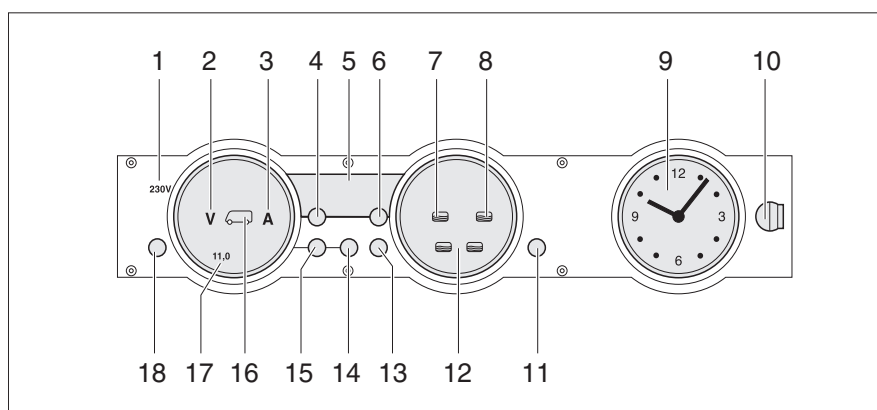

Fig. 152 Panneau de contrôle MP 20-T
Le voyant de contrôle 230 V (Fig. 152,1) s'allume si l'arrivée du bloc électrique est sous tension de réseau.
L'interrupteur principal 12 V (Fig. 152,18) établit ou coupe le panneau de contrôle et l'alimentation 12 V de la cellule.
- Appuyer brièvement sur la touche "12 V" (Fig. 152,18). L'alimentation 12 V de la cellule est assurée. L'indicateur de contrôle "12 V" s'allume.
- ▷ La tension de la batterie de cellule est trop faible quand les DEL "11,0" de l'affichage en Volt et le symbole Volt "V" (Fig. 152,2) clignotent dans l'indicateur des batteries (Fig. 152,17) après la mise sous tension. Charger la batterie.
- ▷ La coupure de batterie est active quand l'indicateur de contrôle "12 V", le symbole de la batterie de cellule (Fig. 152,16) et le symbole Volt "V" (Fig. 152,2) clignotent trois fois après la mise sous tension. Désactiver la coupure de batterie.
- Appuyer brièvement sur la touche "12 V" (Fig. 152,18). L'alimentation 12 V de la cellule est coupée. L'indicateur de contrôle "12 V" s'éteint.
- Appuyer sur la touche batterie de cellule (Fig. 152,14) et la maintenir enfoncée pendant 10 secondes environ. Les symboles Volt "V" (Fig. 152,2) et Ampères "A" (Fig. 152,3) clignotent trois fois. La batterie de cellule est coupée du réseau de bord de 12 V.
- Appuyer sur la touche "12 V" (Fig. 152,18) et la maintenir enfoncée pendant 5 secondes environ. Le symbole Volt "V" (Fig. 152,2) clignote trois fois. La batterie de cellule est branché au réseau de bord 12 V. L'indicateur de contrôle s'allume au bout d'env. 2 secondes.
- Appuyer sur la touche de la batterie de cellule  (Fig. 152,14). Le symbole Volt "V" (Fig. 152,2) s'allume. Le symbole Ampères "A" est, suivant son niveau de charge, blanc ou rouge. La tension de la batterie et le courant de la batterie de cellule sont affichés au moyens de DEL à l'intérieur de l'indicateur.
- Appuyer sur la touche de la batterie de démarrage  (Fig. 152,15). Le symbole Volt "V" (Fig. 152,2) s'allume. Des DEL à l'intérieur de l'indicateur indiquent la tension de la batterie de démarrage.
- Appuyer sur la touche réservoirs  (Fig. 152,13). Les symboles réservoir d'eau  (Fig. 152,7) et réservoir d'eaux usées  (Fig. 152,8) s'allument. Des DEL à l'intérieur de l'indicateur indiquent le niveau du réservoir d'eau (échelle de gauche) et celui du réservoir d'eaux usées (échelle de droite).
Le symboles Volt "V" (Fig. 152,2) et les DEL "11,0" clignotent dès que la tension de la batterie descend en dessous de 11 V (mesurée en marche) et qu'il y a risque de décharge profonde de la batterie.
Le symbole du réservoir d'eau "☰" (Fig. 152,7) ou celui du réservoir d'eaux usées "☷" (Fig. 152,8) clignote quand le réservoir d'eau est vide ou que le réservoir d'eaux usées est plein.